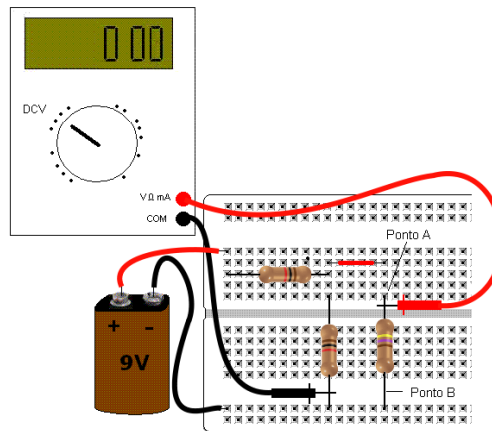

Figura 7 – Medindo a tensão na carga no circuito original
2. Monte o circuito da Figura 6a de acordo com *layout* sugerido da Figura 7. Meça a tensão na carga (I_L) anotando na tabela 2.
3. Abra o circuito (retire a carga de 470 Ohms) da Figura 7 entre os pontos A e B e meça a tensão nessas condições (em aberto). Anote na tabela 2 como valor da tensão de Thevenin medida.